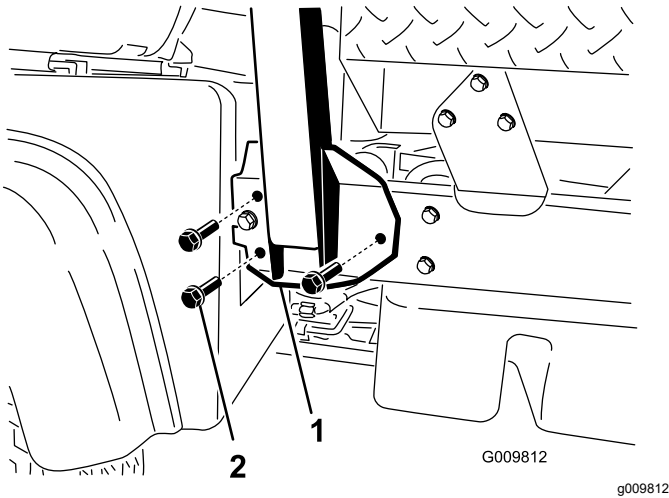

Bild 4
1. Fluchten Sie jede Seite des Überrollschutzes mit den Befestigungslöchern an jeder Seite der Maschine aus, wie in Bild 4 abgebildet.